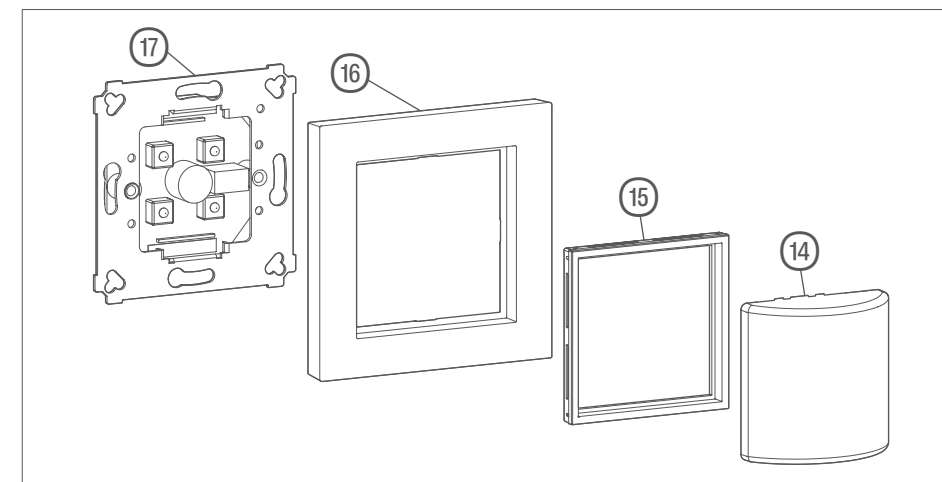

Bild 19: Montage, dargestellt am Beispiel des Lichtsignals
- ⑭ Haube Lichtsignal
- ⑮ Adapterring
- ⑯ Rahmen
- ⑰ Lichtsignal-Einsatz
- Einsatz (Bild 19, 17) des Gerätes am Tragring mit der Gerätedose verschrauben. Für das Lichtsignal wird eine tiefe Gerätedose empfohlen.
- Rahmen und Adapterring über den Tragring anhalten und die Zentralplatte aufstecken (Bild 19, 14–16).